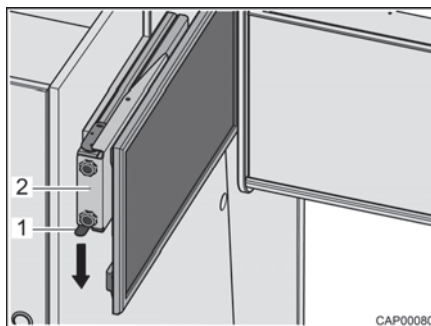

Bild 39 Utdrag med platt bildskärm
- Tryck låsfjädern (Bild 39,1) nedåt och dra ut utdraget (Bild 39,2) med den platta bildskärmen vågrätt i riktning mot fordonets mitt.
- Skjut in utdraget (Bild 39,2) med den platta bildskärmen vågrätt fram till anslaget. Låsfjädern (Bild 39,1) hakar fast hörbart.